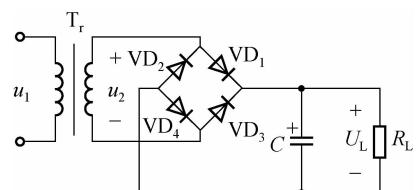

图 6
(1) 搭建的具有降压、桥式整流和滤波功能的电源电路如图6所示。